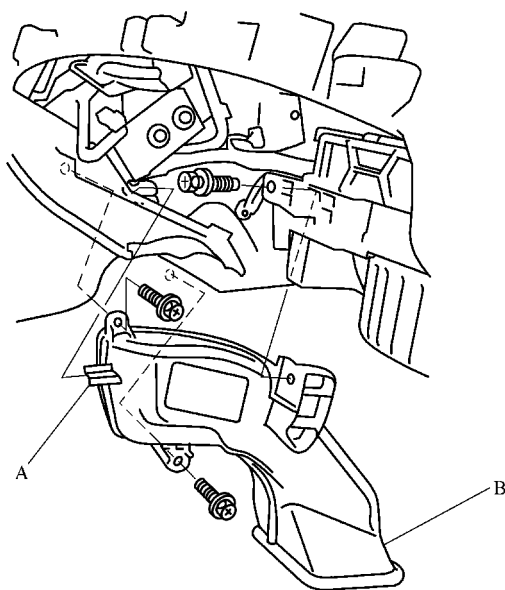

图 19-8 拆下螺钉和乘客侧加热器管
- 3) 从线束夹 A 上松开线束，然后拆下自攻螺钉和乘客侧加热器管 B，如图 19-8 所示。